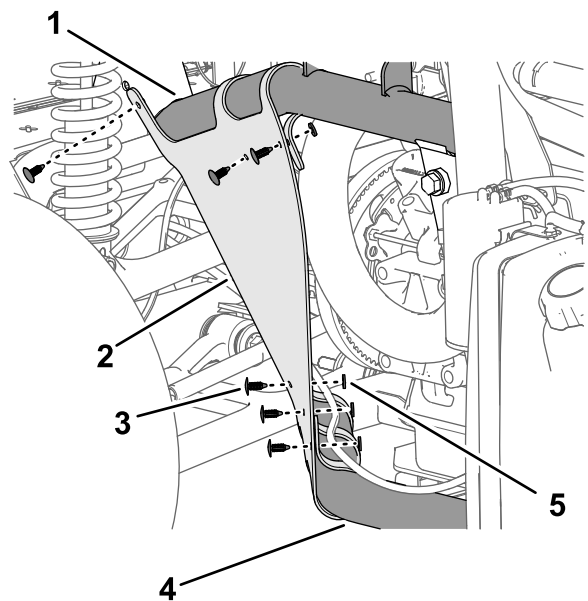

Figure 218
- Fixez la doublure d'aile aux tubes du cadres avec les 6 fixations à pression (Figure 218).
- Alignez les trous de l'aile et les trous du cadre de la machine, comme montré à la Figure 218.